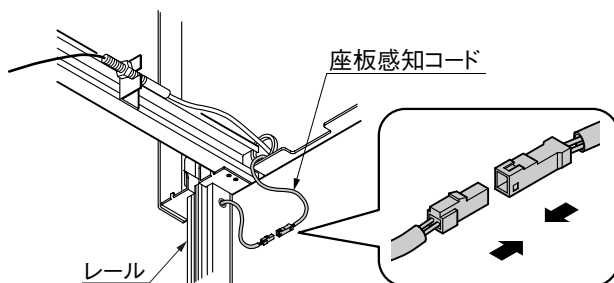

図10-1
- ① ブラケットから出ている座板感知コードをレール上部から出ているコードと仮接続してください。(図10-1参照)
- ⑦ 上部から出ているコードと仮接続したコネクターをはずしてください。(図10-1参照)